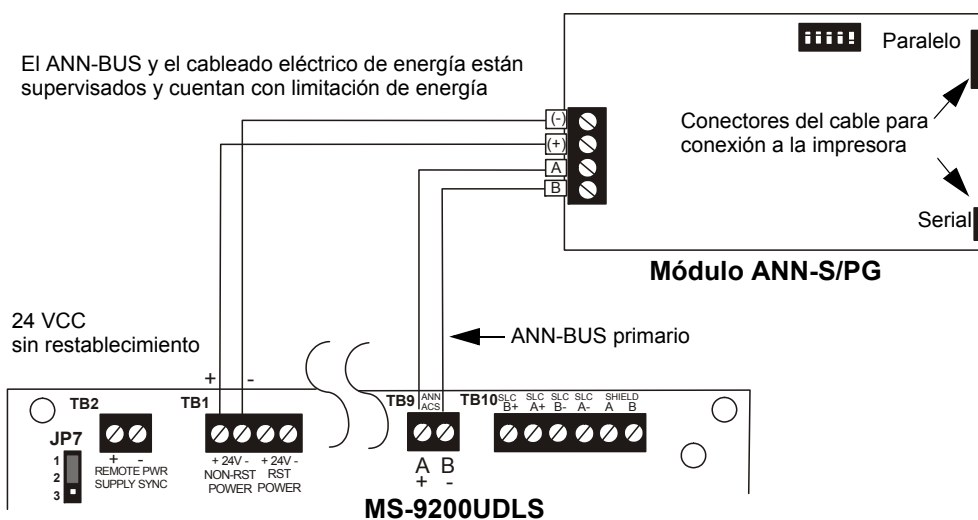

Figura 1.7 Conexión ANN-S/PG al FACP
2. Conecte el ANN-S/PG al FACP tal como se muestra en la Figura 1.7
5. Conecte una impresora a los conectores paralelos o seriales ANN-S/PG (consultar la Figura 1.7). Sólo puede conectar una impresora.